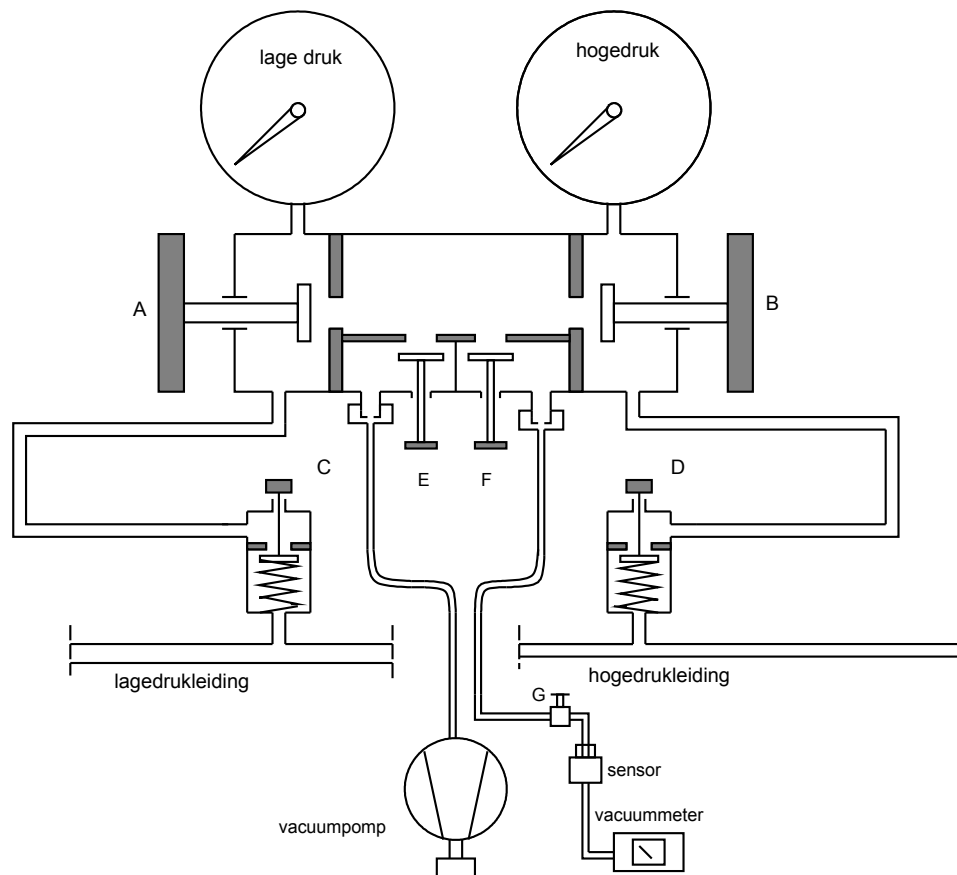

Fig. 9.1
- 3) Sluit de meterset, vacuumpomp en vacuummeter aan op een lege en lekvrije airco-installatie. Zie fig. 9.1
- 4) Zet de kranen van de meterset in de juiste stand. Zie hiervoor fig. 9.1. Dus A, B, C, D, E, F, G geopend. Controleer dit.